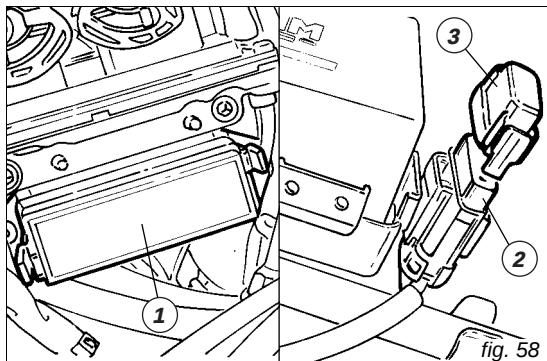

fig. 58
La boîte à fusibles principale est placée sur le côté gauche de la batterie (fig. 58).
Le fusible de 40A (2) placé sur le côté droit de la batterie (fig. 58) protège le régulateur électronique.
Légende boîtes à fusibles (1, fig. 58)